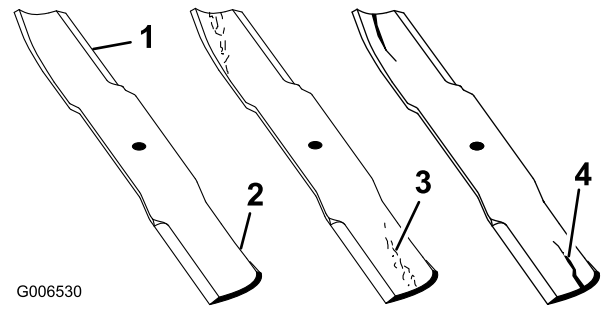

Figure 28
2. Examinez attentivement les tranchants de la lame, particulièrement au point de rencontre des parties plane et relevée (Figure 28). Le sable et les matières abrasives peuvent éroder le métal à cet endroit, c'est pourquoi il est important de contrôler l'état de la lame avant d'utiliser la machine. Remplacez la lame si elle est usée (Figure 28) (voir Retrait de la lame).
Si la lame est trop usée, une entaille se forme entre la partie relevée et la partie plane (Figure 28). La lame peut alors se briser et un morceau être projeté du dessous de la machine, vous blessant gravement ou une personne à proximité.